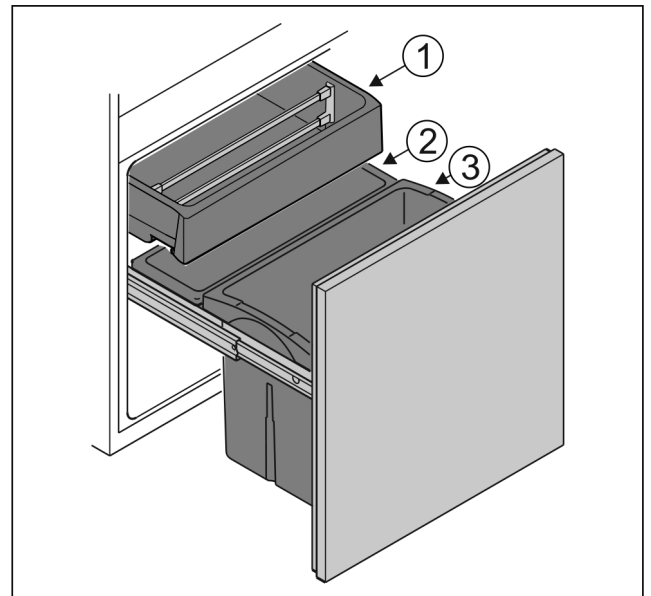

Fig. 6
- Nádobu Fig. 6 (1): Skladujte nezabalenú zeleninu a tropické ovocie.
- Nádobu Fig. 6 (2): Skladujte nezabalené malé druhy ovocia a zeleniny.
- Nádobu Fig. 6 (3): Skladujte jednotlivé fľaše.